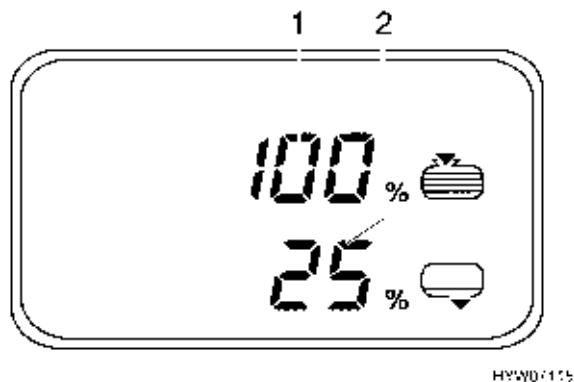

Fig. 122 Menu Serbatoio
- Premere il tasto (Fig. 118,9): appare il menu Serbatoio (Fig. 122).
- Livello del serbatoio dell'acqua (Fig. 122,1)
- Livello del serbatoio delle acque grigie (Fig. 122,2)
Il menu Serbatoio appare e il rispettivo simbolo inizia a lampeggiare quando il serbatoio dell'acqua è vuoto oppure il serbatoio delle acque grigie è pieno. Lampeggiano inoltre il simbolo allarme e il valore corrispondente in percentuale (Fig. 122,1 o 2).